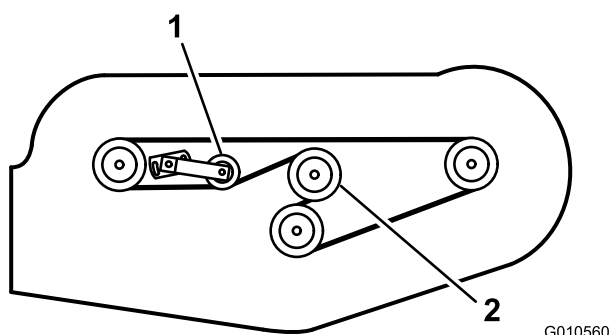

Figura 29
6. Instale la correa nueva alrededor de la polea de la caja de engranajes, las poleas de los ejes, la polea tensora estacionaria y la polea tensora ajustable (Figura 29).